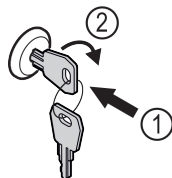

Fig. 125 Exempel
- ▶ Sätt in nyckeln Fig. 125 (1).
- ▶ Vrid nyckeln 90° medurs Fig. 125 (2).